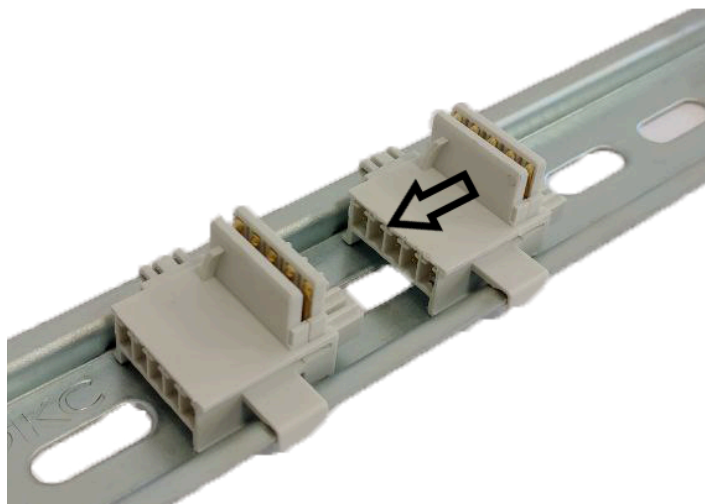

Рисунок 12.2
• **Рисунок 12.2 и 12.3** - Удерживая шину стрелка(2), сдвигайте шину по направлению стрелка(1) до упора в сторону шины стрелка(2). Серый разъём питания подключить по направлению стрелки (3) придерживая шины (1),(2).